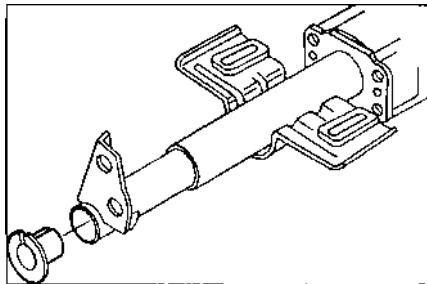

Рис. 6.34.
- снять с рулевого вала центровочную втулку (рис. 6.34), если она до этого не была снята;